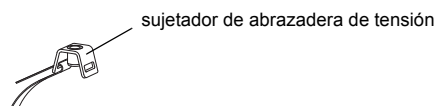

Fig. 9.35: Abrazadera de tensión con sujetador de abrazadera de tensión
- Hacer pasar la abrazadera de tensión aprox. 100 mm a través de una ranura del sujetador de abrazadera de tensión y doblarla hacia atrás (véase Fig. 9.35).